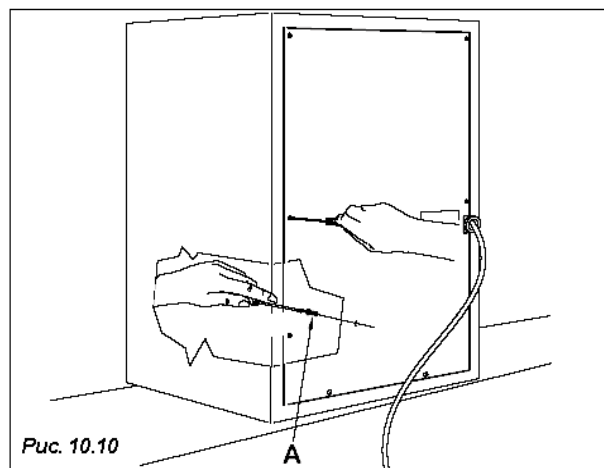

Рис. 10.10
- Снимите защитный кожух платы питания торгового автомата мод. Polaris (Рис. 10.10).